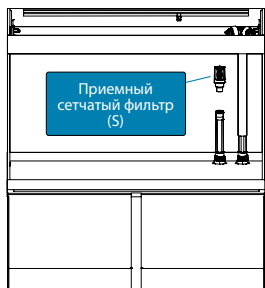
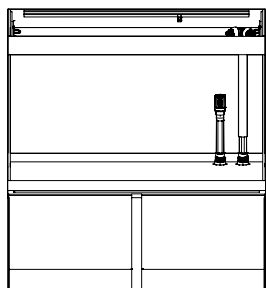
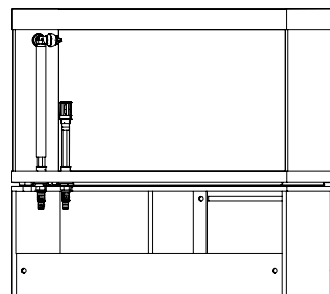

Рис. 5
Рис. 6
Рис. 7
- Наденьте приемный сетчатый фильтр (S) на соединительный стержень (A) (рис. 5). Изделие в собранном виде показано на рис. 6 и рис. 7.